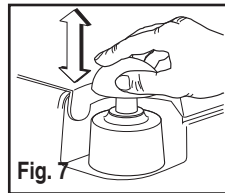

Fig. 7
**Piston Pump:** Fig. 7.
**Bomba de pistón:** Fig. 7.